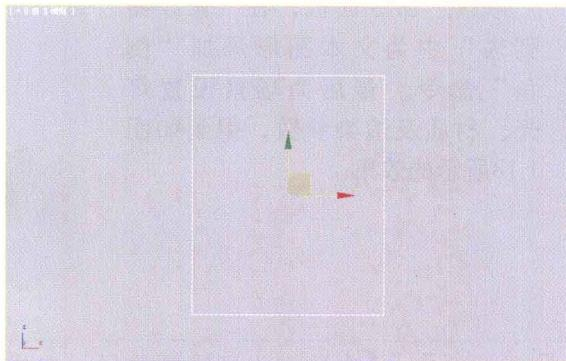

图1.13
- 01 在“创建”命令面板中单击 【图形】按钮，进入“图形”命令的“创建”命令面板，单击 矩形 按钮，在“前”视图中拖出一个矩形，如图1.13所示。